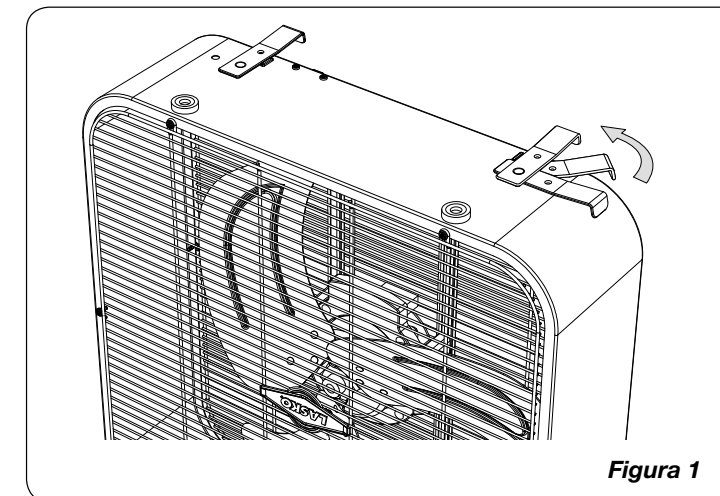

Figura 1
2. Rotar los pies hacia el centro del ventilador (Figura 1). No opere el ventilador si los pies no están en la posición correcta.